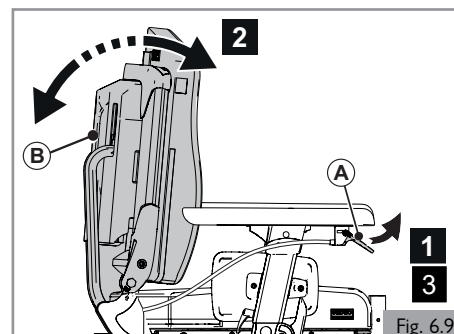

Fig. 6.9
6.4 Dossier à inclinaison manuelle (Fig. 6.9)